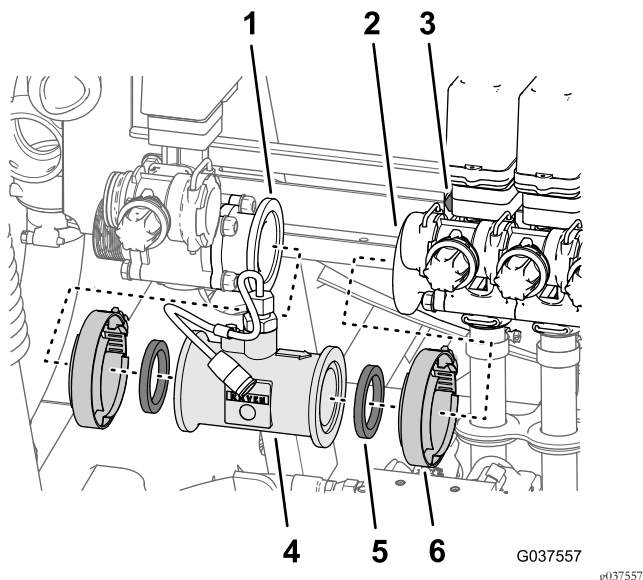

Figure 38
1. Retirez les 2 colliers bride qui fixent le débitmètre sur les brides de la vanne de commande d'agitation et la vanne de section de rampe gauche (Figure 38).
2. Déposez les 2 joints et le débitmètre de la machine (Figure 38).
Remarque: Au besoin, desserrez les 4 boulons à embase et les 4 contre-écrous à embase qui fixent les 3 vannes de section de rampe au support de vannes (Figure 38).